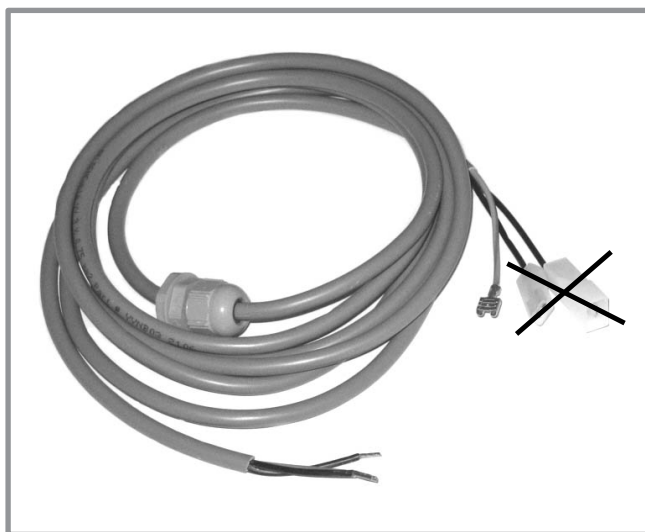

Figure 1 - Préparation câble - gamme 5000
- Supprimer les connecteurs (*Figure 1*)